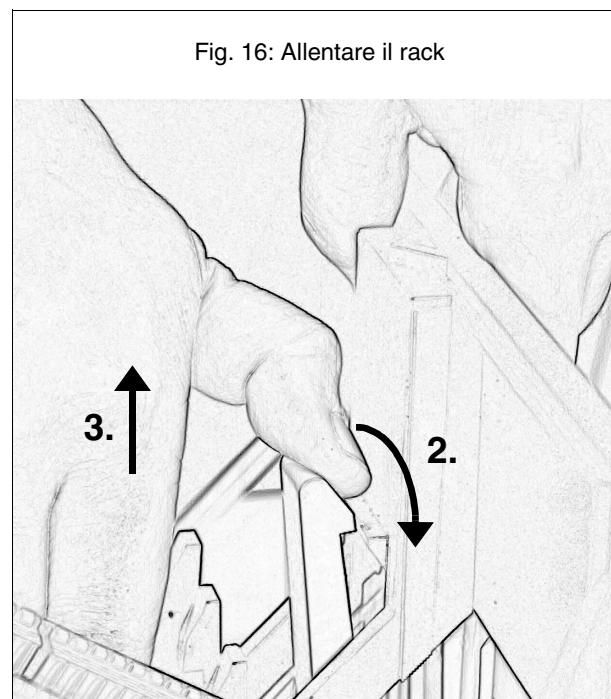

Fig. 16: Allentare il rack
1. Allentare con il pollice di una mano il blocco grigio chiaro nella parte inferiore del corpo. Vedere la Fig. 16.
2. Con l'altra mano sfilare il rack blu obliquamente verso l'alto dal telaiodi montaggio di colore grigio chiaro. Vedere la Fig. 16.